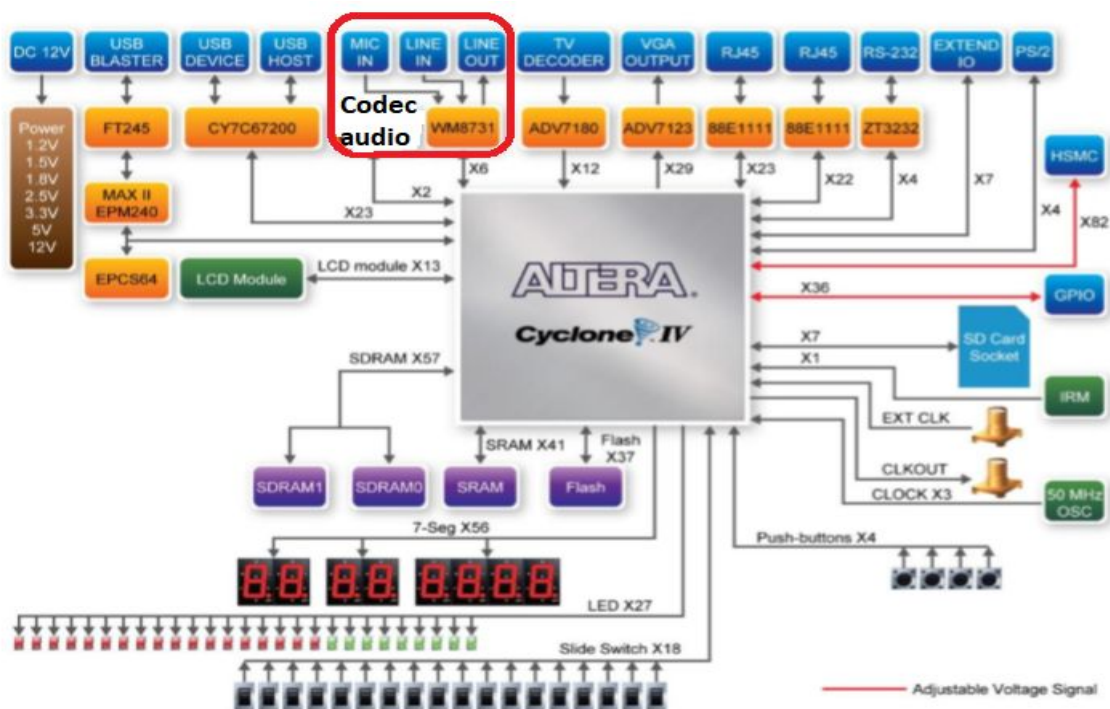

Imagen 1
2. A continuación, en la **Imagen 1** puede observarse la FGPA y los periféricos que posee el kit, entre los cuales se encuentra el codec de audio utilizado (WM8731).